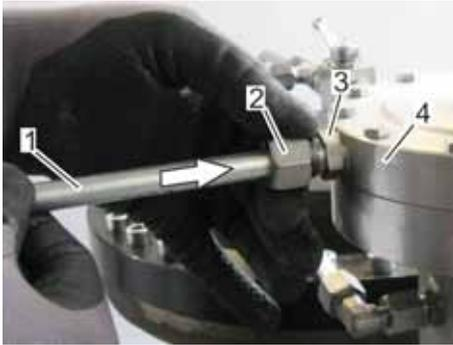

Abb. 18: Atmungsleitung des Messwerks befestigen
1. ➤ Den Anschlussstutzen der Atmungsleitung des Messwerks (Abb. 18/1) mittels eines Pinsels mit Fett *Anti Seize* fetten.
2. ➤ Den Anschlussstutzen der Atmungsleitung des Messwerks (Abb. 18/1) in den Stutzen (Abb. 18/3) des Messwerkdeckels (Abb. 18/4) einstecken.
3. ➤ Die Überwurfmutter (Abb. 18/2) der Atmungsleitung des Messwerks (Abb. 18/1) auf den Stutzen (Abb. 18/3) des Messwerkdeckels (Abb. 18/4) aufdrehen.